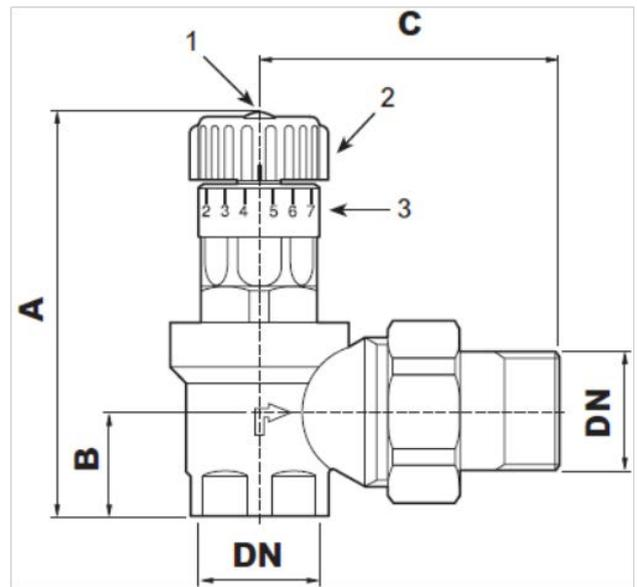

fig. 83 -
- Allentare la vite di bloccaggio della manopola (1) (vedi "fig. 83 -").
- Tarare la valvola alla pressione differenziale di apertura  $\Delta P$  girando la manopola (2) (vedi "fig. 83 -").
- A taratura avvenuta riavvitare la vite di fissaggio(1) (vedi "fig. 83 -").